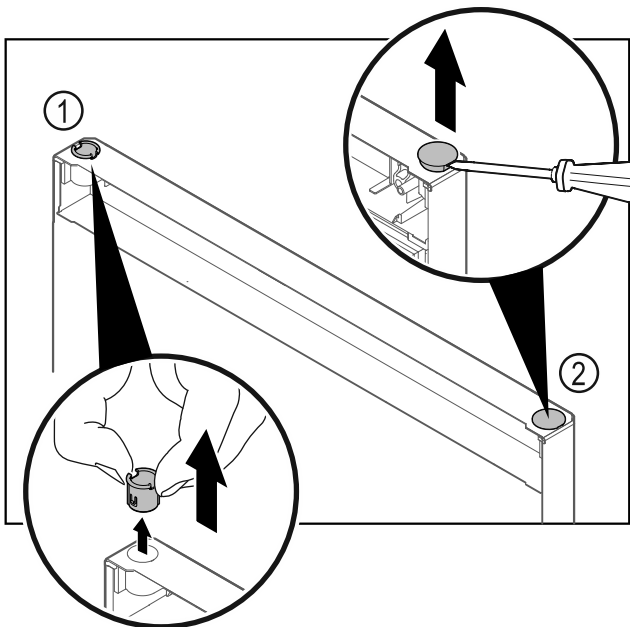

Fig. 26
- Nxirri jashtë bokullën e menteshës Fig. 26 (1) me gishta.
- Ngrini lart me kujdes tapën mbuluese Fig. 26 (2) me një kaçavidë me kokë petë dhe nxirreni jashtë.